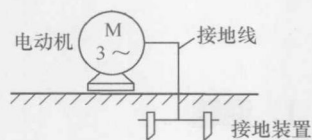

图 1-9 强电设备的接地
③ 在强电设备中，常常将设备的外壳与大地连接。当设备绝缘性能变差而使外壳带电时，可迅速通过接地线将电荷泄放到大地，从而避免人体触电，如图 1-9 所示。